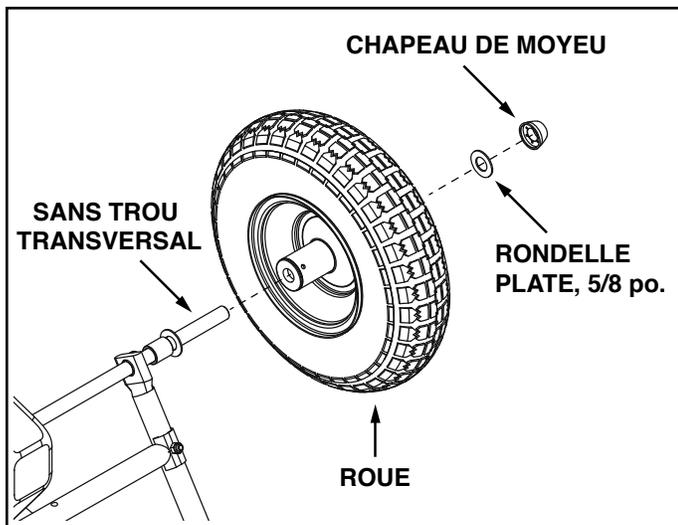

FIGURE 2
3. Placer une roue sur l'extrémité de l'essieu qui ne comporte pas de trou en croix. La partie longue du moyeu est placée vers l'intérieur. Voir la figure 2.
4. Placez une rondelle plate de 5/8 po. sur l'essieu puis taper légèrement sur un chapeau de moyeu jusqu'à ce qu'il soit bien plaqué contre la rondelle et le moyeu de roue. Voir la figure 2.